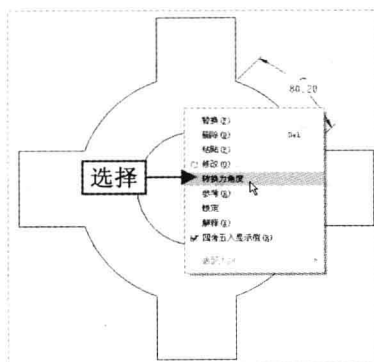

图 3-46 选择“转换为角度”命令
Step 03 单击鼠标中键，并选择尺寸，单击鼠标右键，在弹出的快捷菜单中选择“转换为角度”命令，如图 3-46 所示。